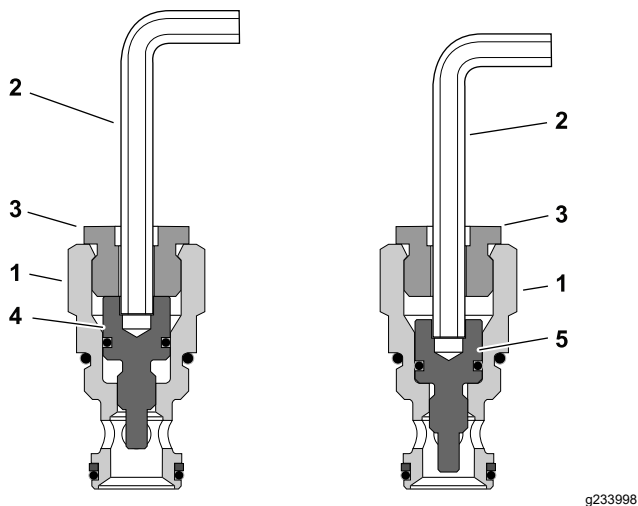

Figure 66
3. Réglez les plongeurs à la position de dérivation en insérant une clé hexagonale (6 mm) dans l'ensemble obturateur et en tournant le plongeur à fond dans le sens horaire; voir Figure 66. Répétez cette procédure pour chaque ensemble obturateur (4 en tout).